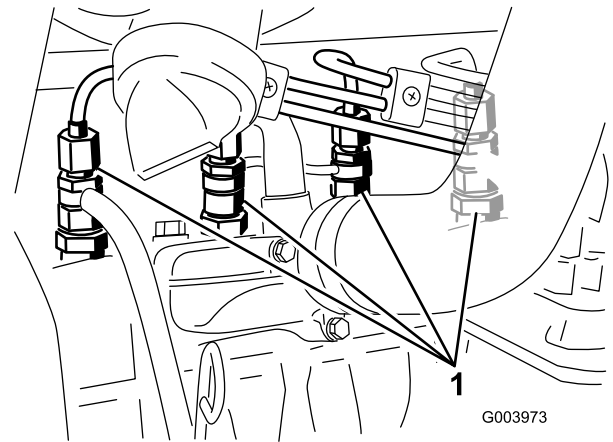

Bild 37
- Lockern Sie den Leitungsanschluss an der ersten Düse und Halterung (Bild 37).